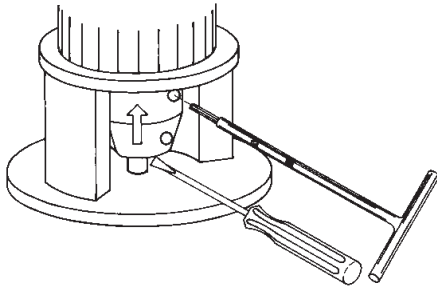

Рис. 14 Затягивание винтов
6. Парно (с одной и той же стороны) затягивают винты, как показано на рис. 14, с величиной крутящего момента для винта М6 х 20 момент затяжки 13 Н·м (1,3 кг·м), для винта М8 х 25 – 31 Н·м (3,1 кг·м).